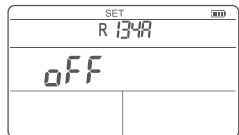

Abbildung 9 Automatisches Abschalten der Schnittstelle
2. Drücken Sie zweimal kurz die Taste , um auf die automatische Abschalteinstellung umzuschalten (Abbildung 9).